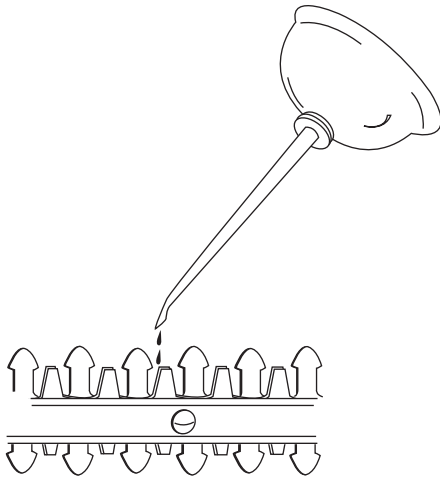

Fig. 6
1. Para que la cuchilla funcione más fácil y dure más, lubríquela antes y después de cada uso. Compruebe que el interruptor del cabezal esté apagado (OFF) antes de lubricarla. Aplíquelo aceite liviano para máquinas a lo largo del borde de la correa superior (Fig. 6).